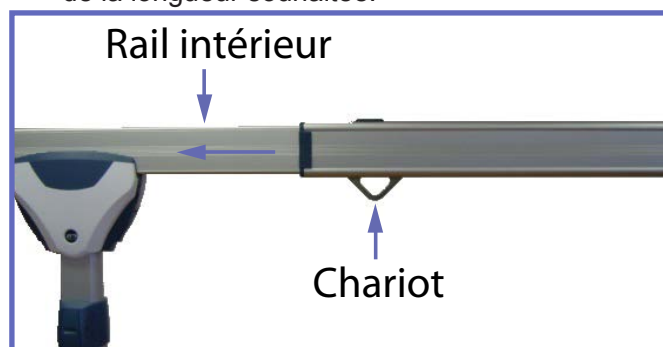

Fig. 13
- 2) La position du chariot devrait être tel que montré à la « Fig. 13 ». Dans le cas contraire, s'assurer que le rail intérieur est déployé. Le chariot se dégagera de la cavité de transport. Dans le cas contraire, remuer légèrement le chariot vers la gauche et vers la droite pour le libérer. Le chariot devra se déplacer librement à ce moment.